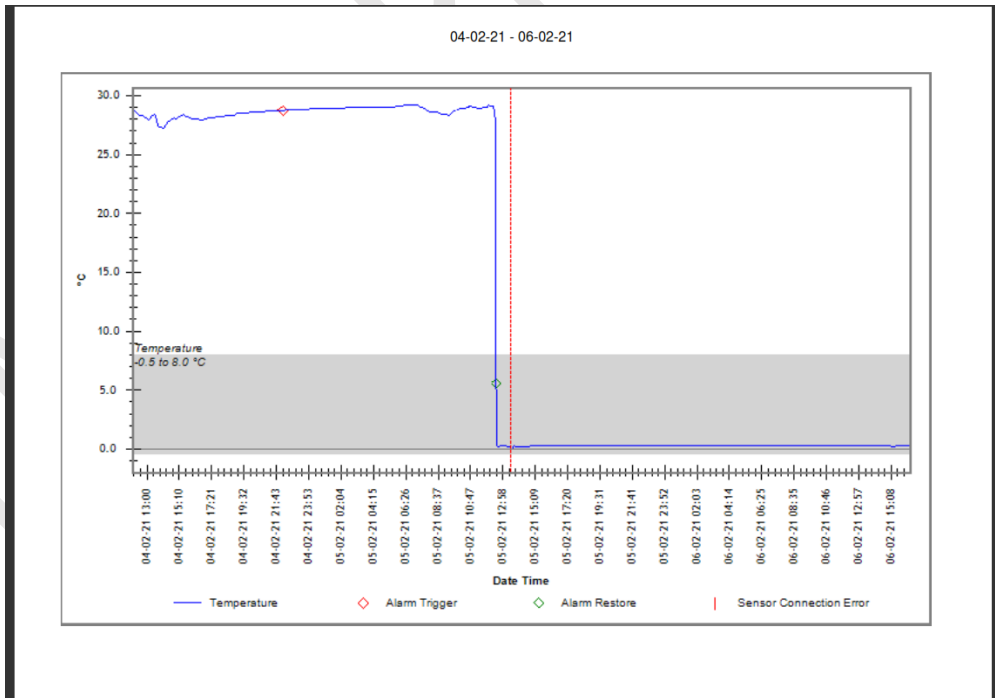

Figura 27 Ejemplo de informe en PDF, parte -3
- Ejemplo de archivo PDF generado a partir del registrador de datos LM-XS Pro E006 durante 3 días, los datos registrados se muestran en la figura 25, figura 26 y figura 27. Este informe consta de los siguientes datos:
- La banda gris en el gráfico muestra el área dentro del límite alto y bajo de la alarma. Las indicaciones de activación de alarma, restauración de alarma, error de conexión del sensor se especifican en las etiquetas de los gráficos como se muestra en la figura 27.